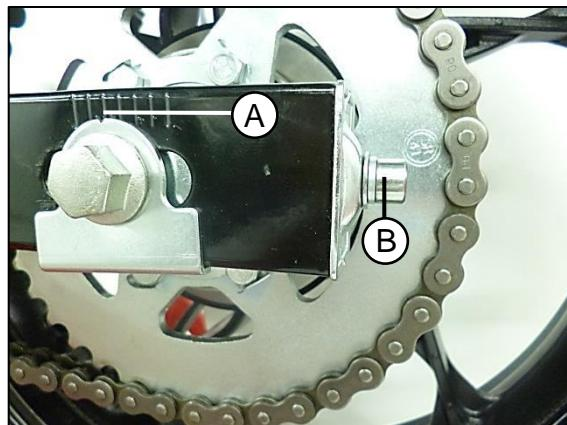

Fig. 01
Para realizar una adecuada práctica de inspección y ajuste de la cadena, se debe verificar inicialmente la alineación (A) de la rueda, observando el buen ajuste en que se encuentran los tensores de cadena (B), ubicados en el eje trasero. Corrija su posición si es necesario. **Fig. 01**